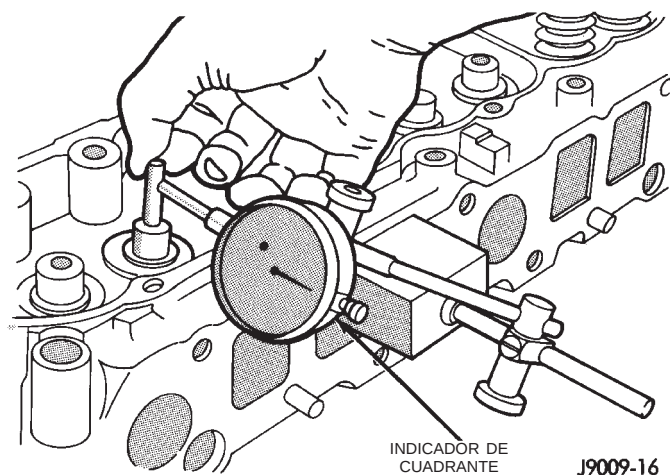

Fig. 64 Medición del movimiento lateral del vástago de válvula
(1) Con un indicador de cuadrante, mida el movimiento lateral del vástago de válvula (luz entre vástago y guía). Esta medición debe realizarse con la válvula instalada en su guía y sobresaliendo apenas de su asiento (Fig. 64).
(2) La luz correcta es 0,025-0,0762 mm (0,001-0,003 pulg.). Si el movimiento indicado excede la medida especificada, escarie la guía de válvula para que calce un vástago de válvula de sobremedida.